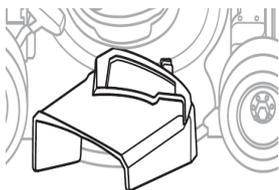

Рис. 12
1. Откройте дверцу отсека мульчирования (Рис. 12).